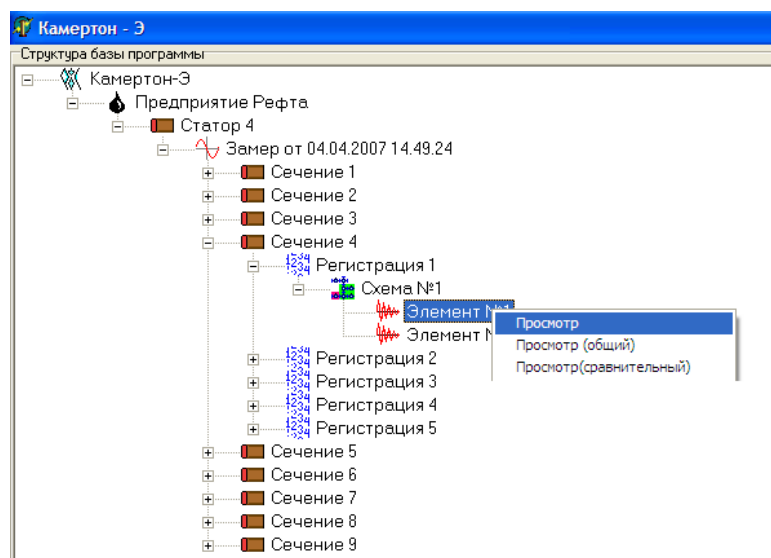

Рис.14. Вызов окна «Просмотр».
1. Формирования замера Г1-Г2 (см. Рис.14).
Для просмотра сигналов выберите интересующий Вас элемент и нажатием правой клавиши мыши вызовете выпадающее меню с пунктами: «Просмотр», «Просмотр (общий)», «Удалить элемент» (см. Рис.14).